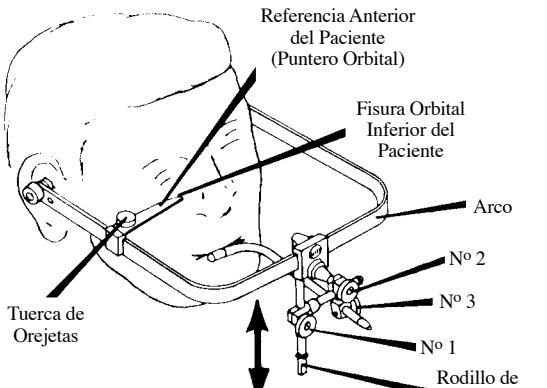

Figura 10
7. Afloje levemente la tuerca a resorte que asegura la referencia anterior del paciente, Figura 10. Gire con cuidado esta referencia (puntero orbital) hasta una cercanía con la fisura orbital inferior del paciente.